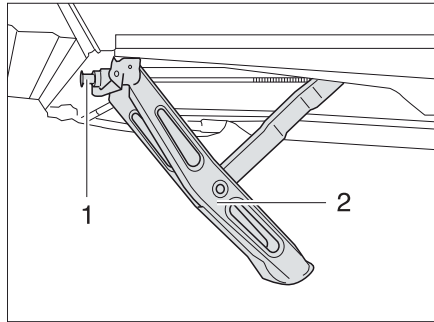

Fig. 17 Stabilisateur abaissé
- Pour cela, placer la manivelle livrée en série avec la caravane sur l'écrou à six pans (Fig. 17,1) du stabilisateur (Fig. 17,2).